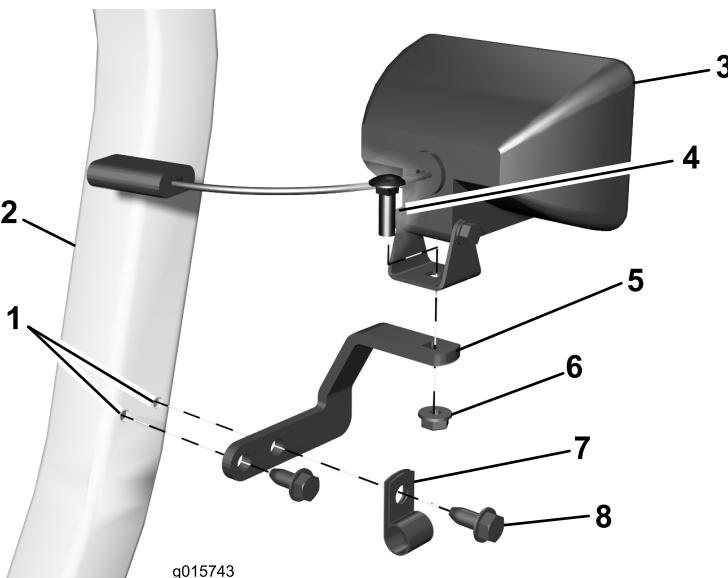

Bild 6
1. Befestigen Sie die Biegeplatte am Überrollschutz, wie in Bild 6 dargestellt. Verlegen Sie den Kabelbaum durch die R-Klemme und befestigen Sie die Biegeplatte dann mit einer R-Klemme und zwei Blechschrauben.
2. Befestigen Sie eine Lampe an der Biegeplatte, wie in Bild 6 dargestellt. Befestigen Sie die Lampe mit einer Schlossschraube und einer Bundmutter (5/16 Zoll).